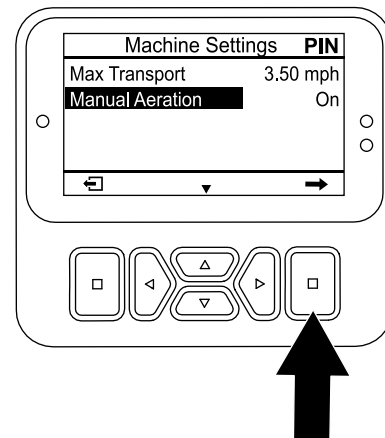

Figura 113
5. Apăsai butonul jos până când este selectată opiunea MANUAL AERATION (Aerare manuală), apoi apăsai butonul de selectare (Figura 113) pentru a seta aerarea manuală la ON (Pornire).